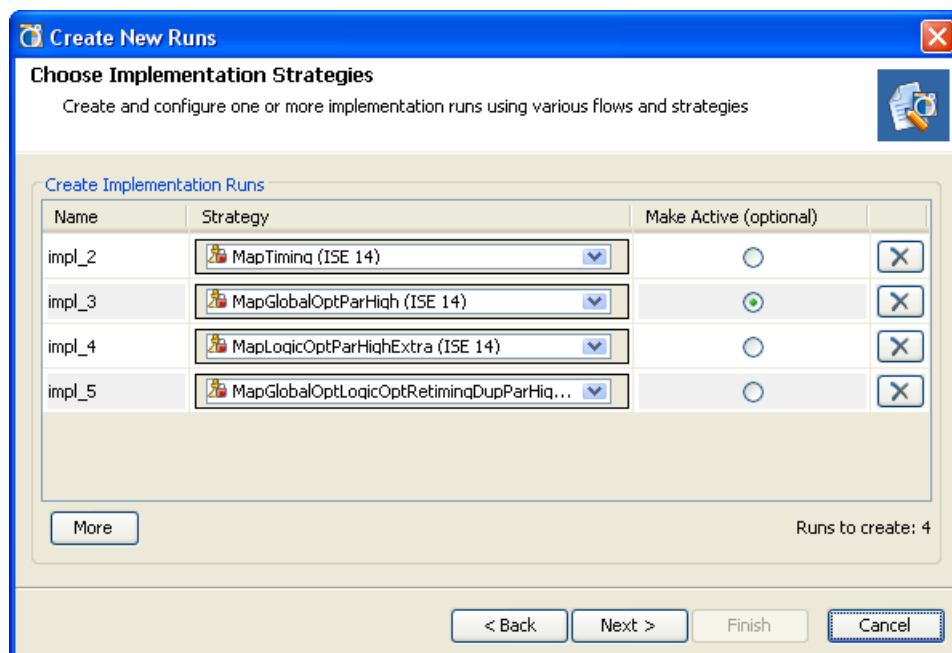

図 9-2 : [Choose Implementation Strategies] ページ
327 ページの図 9-2 に示す [Choose Implementation Strategies] ダイアログ ボックスが開きます。
6. [More] ボタンをクリックし、追加の run を定義します。追加 run の名前とストラテジを指定します (327 ページの図 9-2)。